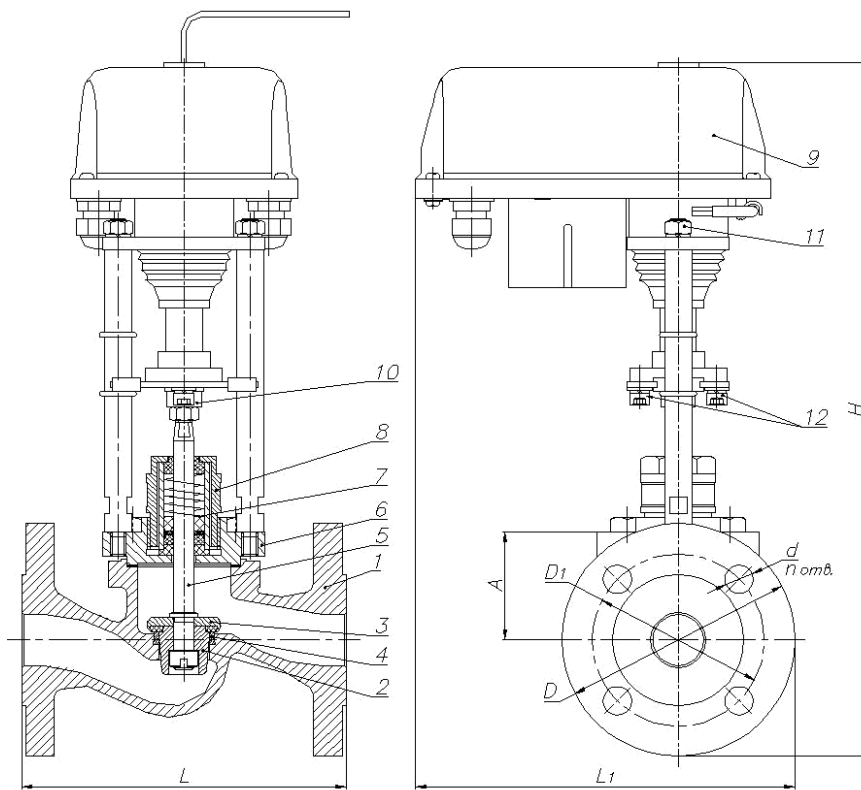

Рисунок 1 – Клапан ТРВ с Э/П
1.3.1 Клапан ТРВ с электрическим приводом ENCO(ТС-СЗ) (Э/П) (см. рисунок 1 и таблицу 1) состоит из следующих основных узлов и деталей:
### **2.6.2 Полная разборка клапанов (см. рисунок 1) с Э/П:**